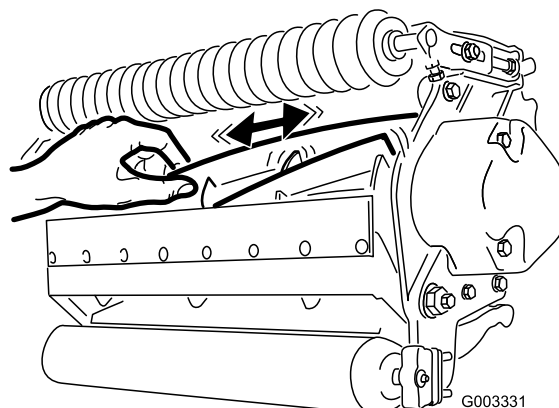

Рисунок 26
2. Используя ветошь или толстую стеганую перчатку, возьмитесь за нож барабана и попробуйте попеременно сдвигать узел барабана из стороны в сторону (Рисунок 26).